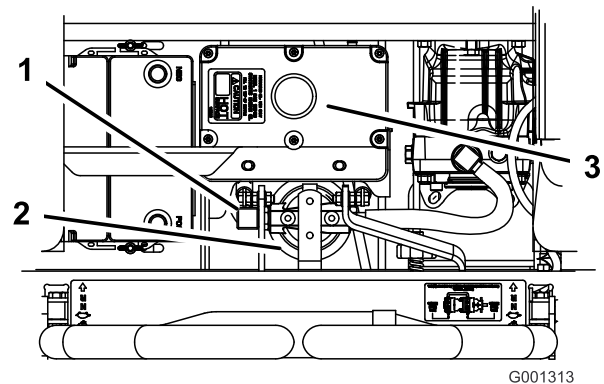

Figure 78
4. Débranchez la conduite hydraulique droite qui est raccordée à l'adaptateur (Figure 78).
6. Rebranchez la conduite hydraulique droite à l'adaptateur (Figure 78).